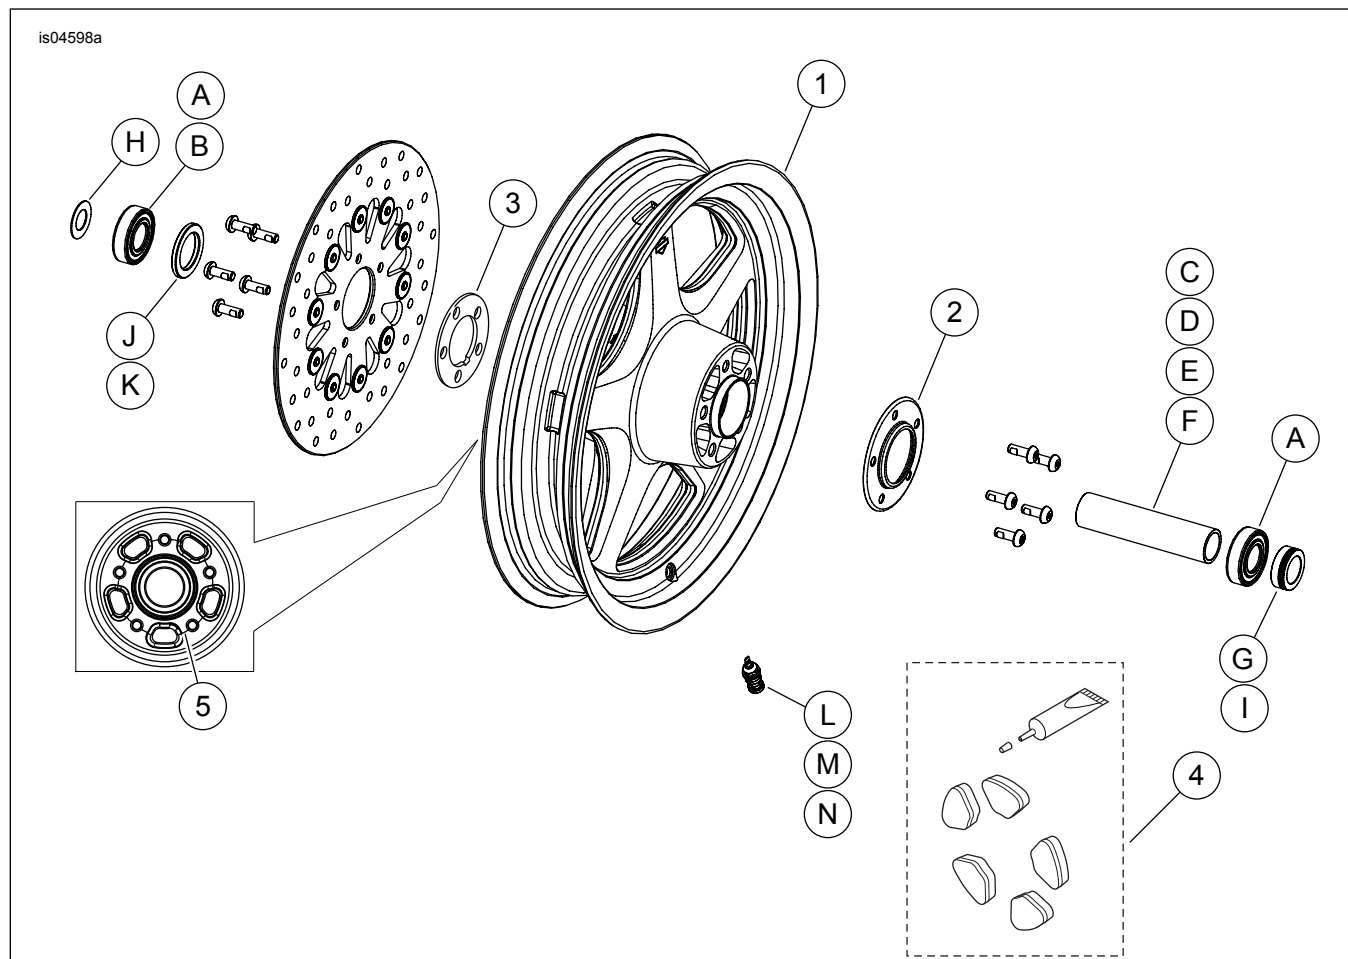

Figura 2. Peças de reposição: KITS DE RODA DIANTEIRA THUNDERSTAR (roda de 16 pol. mostrada)
Estes kits incluem a roda personalizada e, dependendo do kit, pode também incluir uma calota e uma placa do cubo. Veja a figura 2. e Tabela 3 para obter o conteúdo do kit.
2. Consulte Figura 2. Instale o conjunto da haste da válvula (L, M ou N) na roda. Consulte PNEUS no Manual de serviço.
- O lado esquerdo da roda tem uma ranhura usinada (item 5, Veja a figura 2.) na face do cubo e/ou indicações DOT para identificá-lo como o lado do disco do freio e do rolamento primário.
- Instale a roda de modo que as marcas no cubo fiquem no lado esquerdo da motocicleta. O lado esquerdo da roda tem uma ranhura usinada (item 5, Veja a figura 2.) na face do cubo e indicações no cubo para identificá-lo como o lado do rolamento primário.
- Estes kits incluem uma ou duas placas do cubo (43985-00), para ser instalada entre o disco do freio e a roda; e uma calota cromada (43986-00), para ser instalada na roda do lado oposto ao do disco de freio. Capas de cubo devem ser instaladas para evitar a entrada de água, o que poderia causar uma condição de desequilíbrio. **Modelos com disco do freio duplo:** Instale uma placa do cubo de aço inox (3) entre cada disco de freio e cubo de roda. Descarte a calota cromada (2). Instale os discos de freio de acordo com os procedimentos do Manual de serviço. **Modelos com disco do freio simples:** Instale uma placa do cubo de aço inox (3) entre o disco de freio e o cubo de roda. Instale o disco de freio de acordo com os procedimentos do Manual de serviço. Instale a calota cromada (2) no lado oposto do disco do freio. Descarte a placa do cubo de aço inoxidável extra (3).
- A roda tem uma ranhura usinada (item 5, Veja a figura 2.) na face do cubo para identificar o lado direito.
6. Instale a roda (1) dianteira e o eixo e a porca do eixo originais. Consulte RODA DIANTEIRA no Manual de serviço.